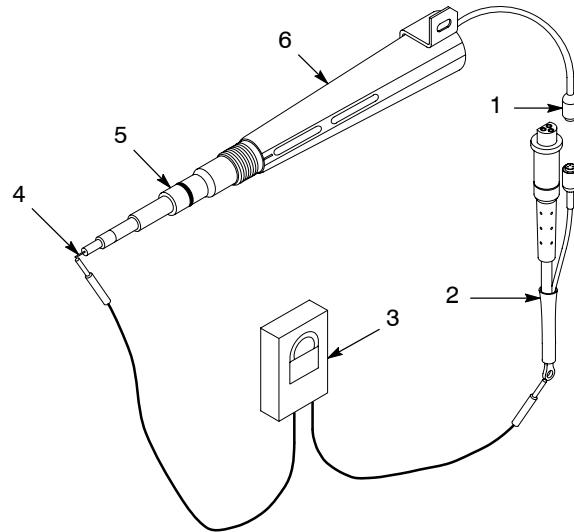

Рис. 4 Проверка сопротивления узла умножителя/резистора
- См. рис. 4. Подсоединить короткозамыкатель (2) к разъему (1) умножителя.
- Подсоединить щупы мегомметра (3) к клемме "прозванивания" короткозамыкателя и электроду (4). Если прибор показывает "бесконечность", переставить щупы.